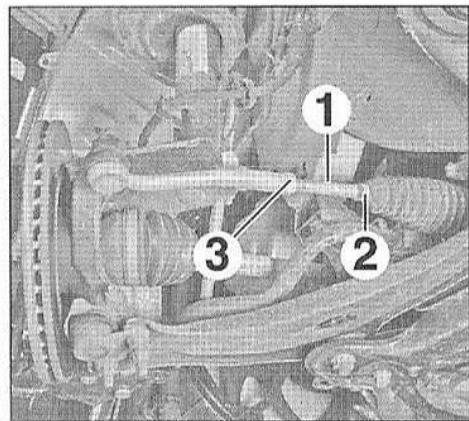

FIG.4
- Le parallélisme se règle par l'allongement ou le raccourcissement, de chaque côté, de la longueur de la biellette de direction, en la tournant par son empreinte hexagonale (1), après avoir desserré le collier (2) et le contre-écrou (3) (Fig.4).